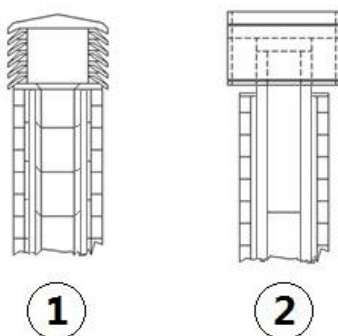

Fig. 5 - Schornstein mit Windschutz
- Es wird ein Schornstein mit Windschutz empfohlen, siehe **Fig. 5 a pag. 9**.